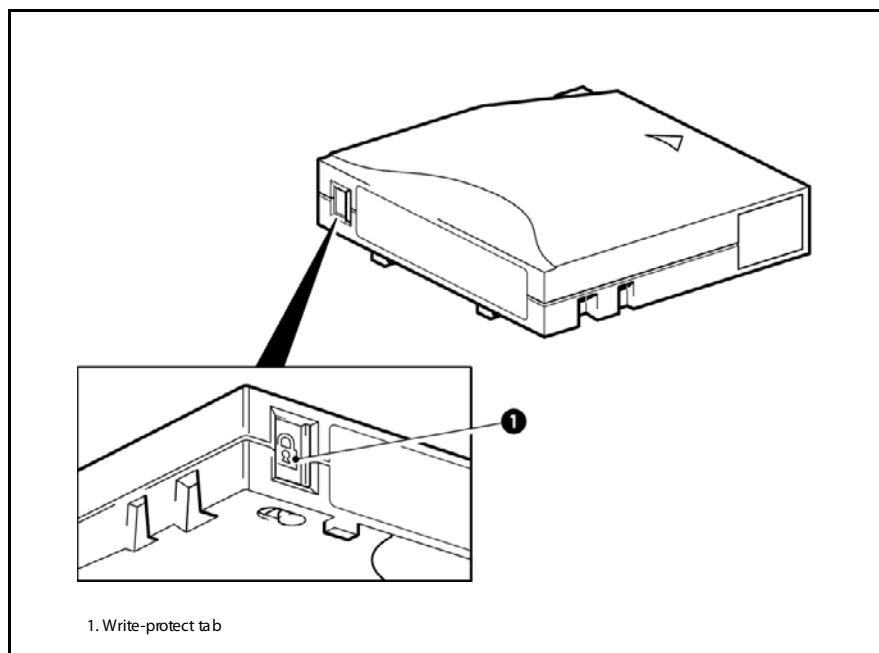

図 6: カートリッジの書き込み禁止
- カートリッジを書き込み可能にするには、カートリッジのツメを左に押し、データの書き込みができるようにします。書き込み禁止用のツメの場所は、図 6 を参照してください。